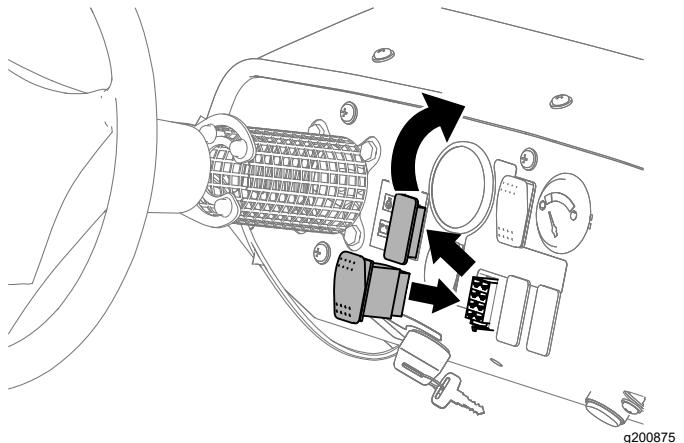

图 26
3. 将开关安装到仪表板上并按下开关直到其牢固卡入开口 图 26。